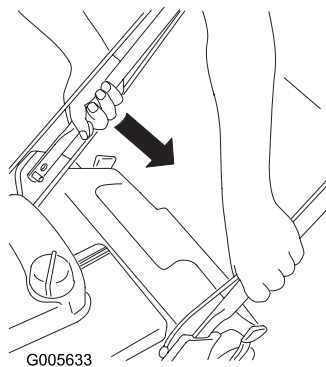

Figure 37
1. Pousser vers l'intérieur la branche droite du mancheron inférieur pour faire glisser le mancheron au-delà des butées des supports (Figure 37).